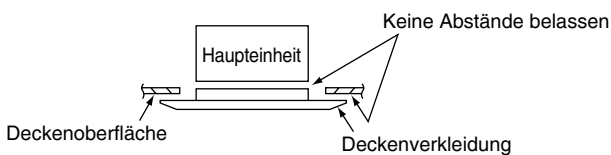

Abb. 9-9
(4) Sicherstellen, dass die Verkleidung einwandfrei an der Decke befestigt ist.
- Nun sicherstellen, dass zwischen Einheit und Deckenverkleidung, sowie zwischen Deckenverkleidung und Deckenoberfläche kein Spalt vorhanden ist. (Abb. 9-9)